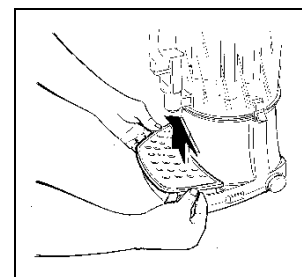

Fig. 13
- Pour enlever le bac ramasse-gouttes le soulever et le tirer dans le sens de la flèche (fig. 13).